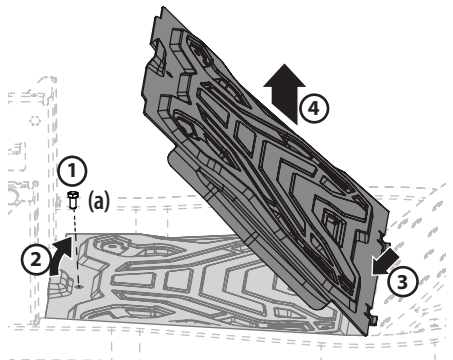

Figura 35
1. Con una herramienta para usos múltiples (si está equipada) o una llave de cubo de 1/2", extraiga el tornillo de cabeza hexagonal (a) que sujeta el panel del piso en su lugar. Consulte 1 en la Figura 35.
- Levante con cuidado la parte trasera del panel del piso. Consulte 2 en la Figura 35 en la página 57.
- Para liberar el frente del panel del piso, deslícelo hacia atrás. Consulte 3 en la Figura 35 en la página 57.
- Levántelo para separarlo del tractor. Consulte 4 en la Figura 35 en la página 57.